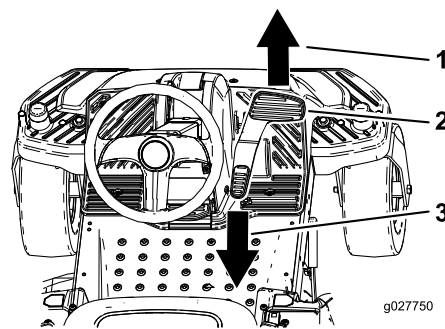

Figura 13
3. Coloque o pé no pedal de controlo de tração e pressione lentamente parte superior do pedal para se deslocar para a frente ou a parte inferior do pedal para se deslocar para trás (Figura 13).